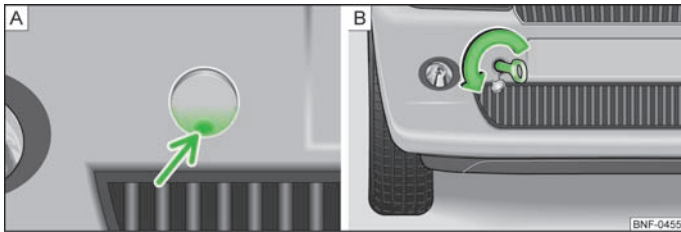

Fig. 116 Paraurti anteriore: Copertura/Montaggio dell'occhione di traino
- Premere la parte inferiore della calotta di copertura (freccia) » fig. 116 - **A** per allentare il dispositivo di bloccaggio della calotta di copertura.
- Avvitare l'occhione di traino verso sinistra, sino al punto di arresto » fig. 116 - **B**.